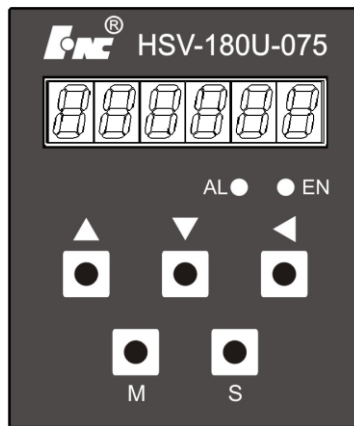

图 6.1 HSV-180UD 伺服驱动单元操作面板图
- 驱动单元面板由 6 个 LED 数码管显示器、5 个按键▲、▼、◀、M、S 和 2 个面板指示灯组成。面板示意图如图 6.1 所示。